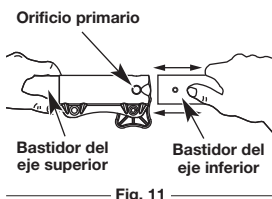

Fig. 11
3. Mientras sostiene el bastidor del eje superior con firmeza, tire del accesorio de corte o accesorio en línea recta fuera del acoplador EZ-Link™ (Fig. 11).
2. Mientras sostiene el accesorio con firmeza, empújelo en línea recta en el acoplador EZ-Link™ (Fig. 11).